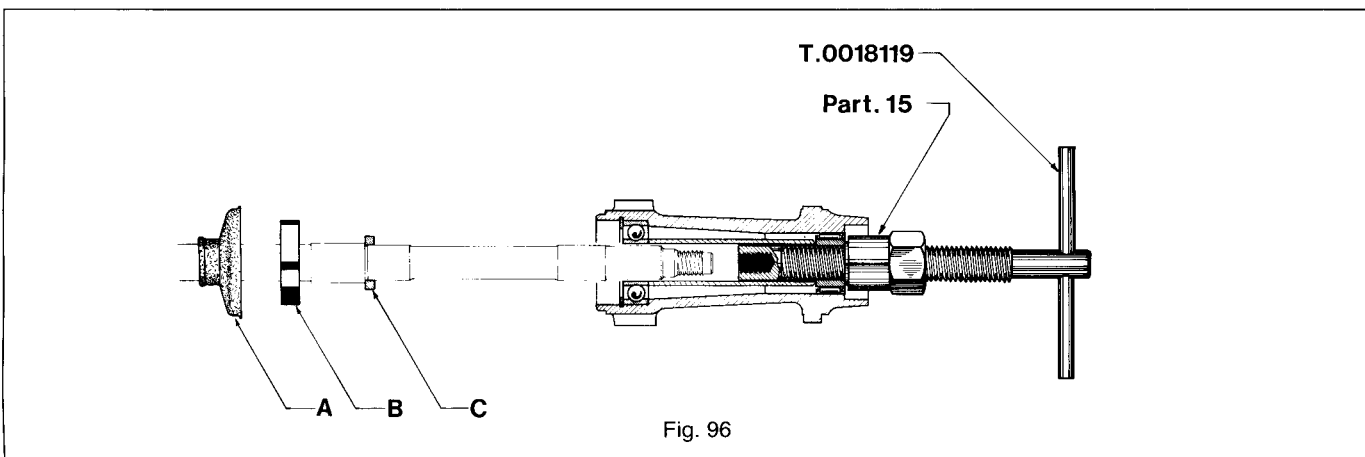

Fig. 96
Fig. 96-97 - **Mozzetto ruota sul semiassse:** predisporre sul semiassse lo scodellino parapolvere «A», l'anello di tenuta «B» e il distanziale «C» (fig. 96) quindi montare il mozzo come di seguito descritto:
3) - Posizionare l'anello di tenuta «B», il parapolvere «A» (fig. 96) e l'anello di tenuta esterno.